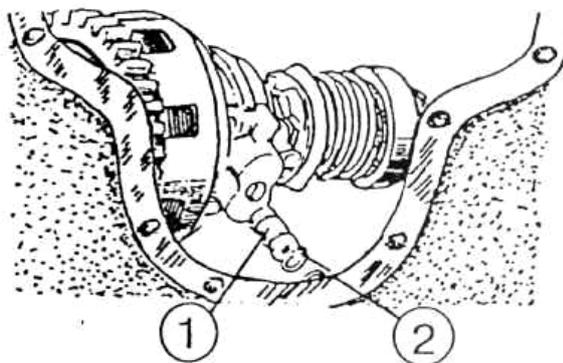

Рисунок 5.51
- 4.1) через правое боковое окно корпуса КП демонтируйте втулку (1) (рисунок 5.51) с уплотнительными кольцами (2);